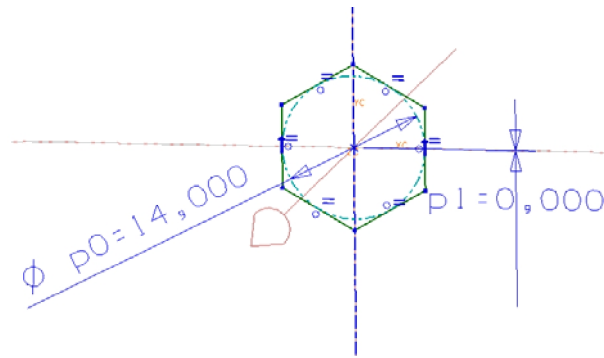

Рис. 132. Эскиз поперечного сечения гайки
3. Создайте вспомогательную плоскость X–Y: **Insert** → **Datum/Point** → **Datum Plane**. Создайте эскиз: **Insert** → **Sketch**. Выберите вспомогательную плоскость и нажмите **OK**. Далее с помощью предлагаемого инструментария постройте поперечное сечение гайки (шестигранника), как показано на Рис.132.